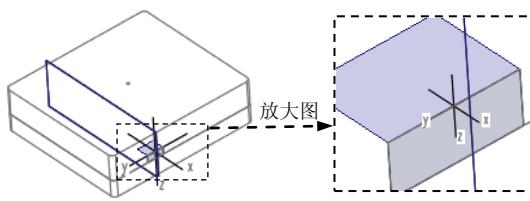

图 31.62 定义坐标系方向（一）
(3) 定义坐标系参考方向。将鼠标移动到图 31.62 所示的 Y 轴上并右击，在弹出的快捷菜单中选择 **反向Y** 命令，单击 **确定** 按钮。